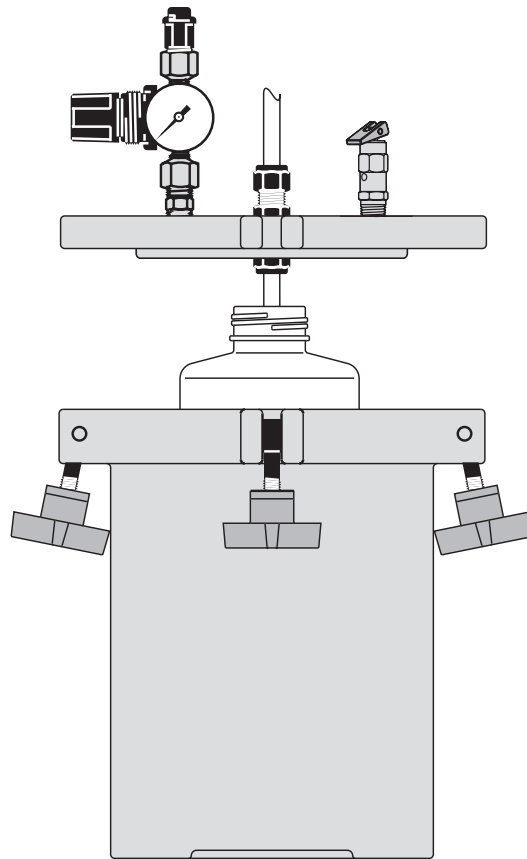

Bild 3
7. Behälterdeckel aufsetzen. Überprüfen, dass sich Materialschlauch im Kunststoffeinsatz bzw. in der Materialflasche befindet. (Bild 3)